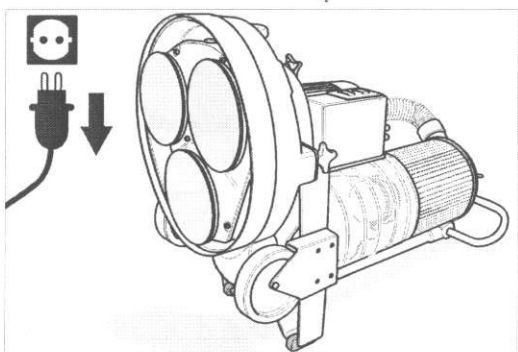

Fig. 52 Basculez la machine vers l'arrière pour accéder aux disques. **Veillez à ce que la machine soit stable!**
- 4 Faites basculer avec précaution la machine vers l'arrière en la saisissant au niveau de l'étrier de maintien jusqu'à ce que la machine repose fiablement sur le tube de guidage et sur les deux caoutchoucs de protection (fig. 52). **Veillez à ce que la machine soit stable!**
- 4 Rabattez la machine vers l'arrière avec précaution en la tenant par l'étrier de maintien jusqu'à ce qu'elle repose fiablement sur le tube de guidage et sur les deux protège-chute (fig. 52). **Veillez à ce que la machine soit stable!**